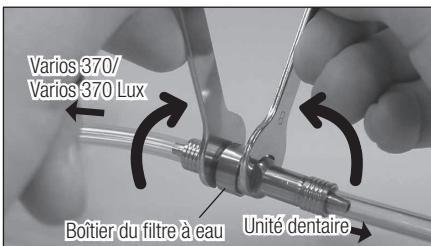

Fig.21
- 2) Montez deux clés pour écrou (5 x 8) et tournez-les comme indiqué sur la Fig.21.